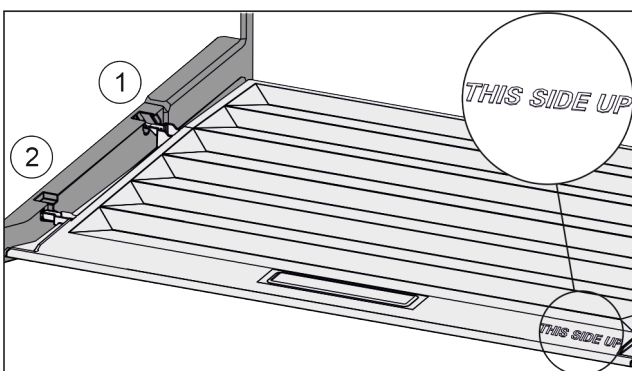

Fig. 92
- ▶ Introduire les rainures du couvercle par l'orifice du support arrière Fig. 92 (1) et les enclencher à l'avant dans le support Fig. 92 (2).